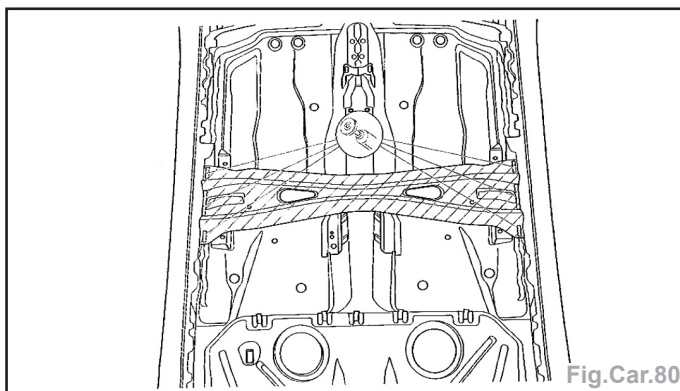

Fig.Car.80
- Meuler les points de soudures électrique (Fig.Car.80).